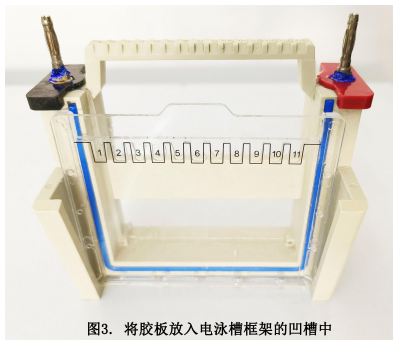
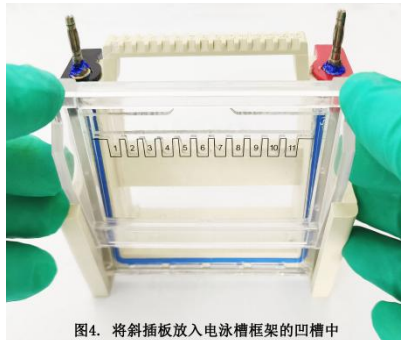
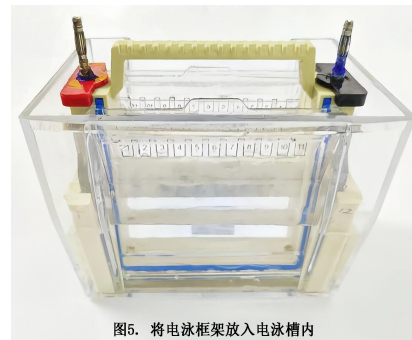

图3. 将胶板放入电泳槽框架的凹槽中
图4. 将斜插板放入电泳槽框架的凹槽中
图5. 将电泳框架放入电泳槽内
- 4、将胶板放入凝胶电泳装置中（如图3、图4、图5所示）。注：请参阅电泳装置制造商的使用说明；斜插板不要太紧压预制胶，以免胶变形。